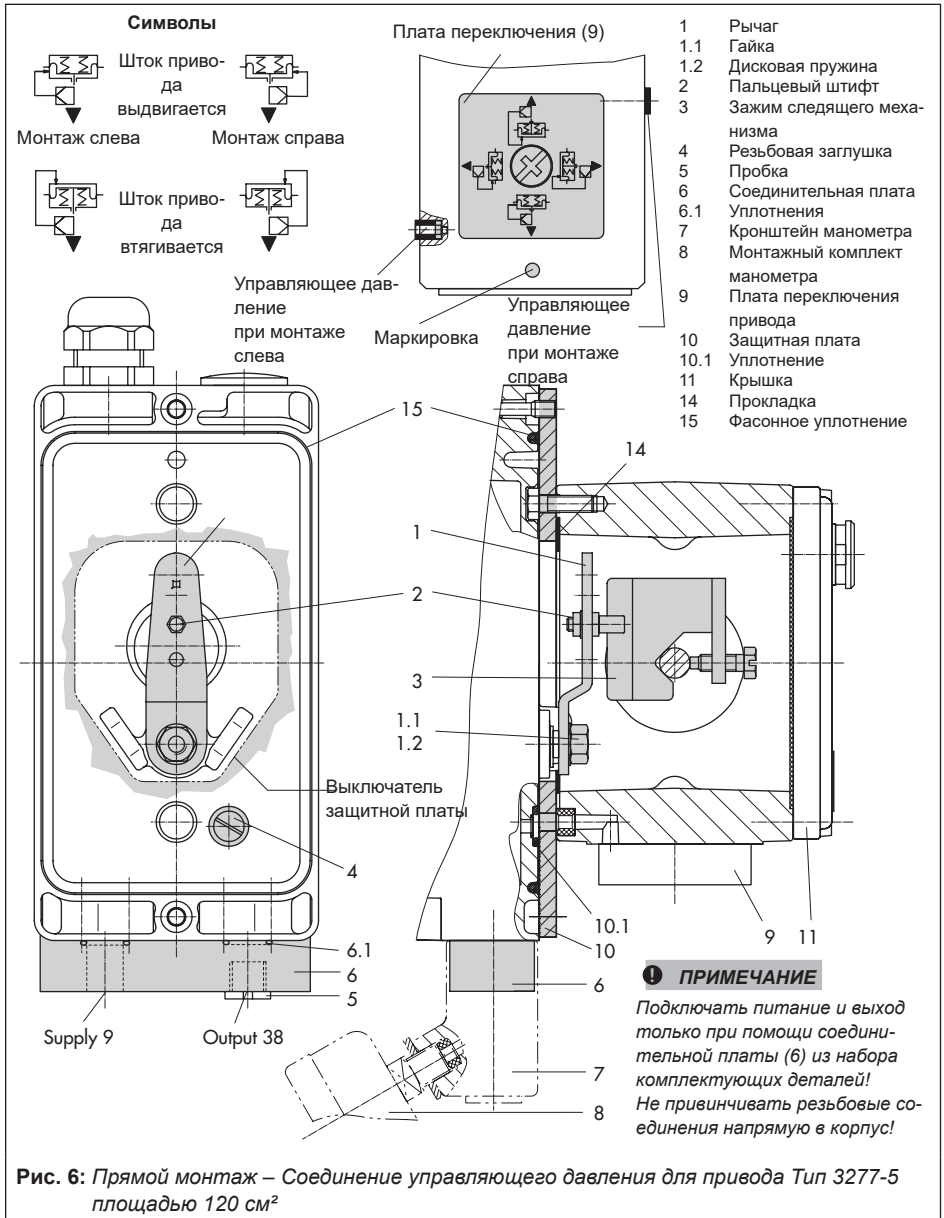
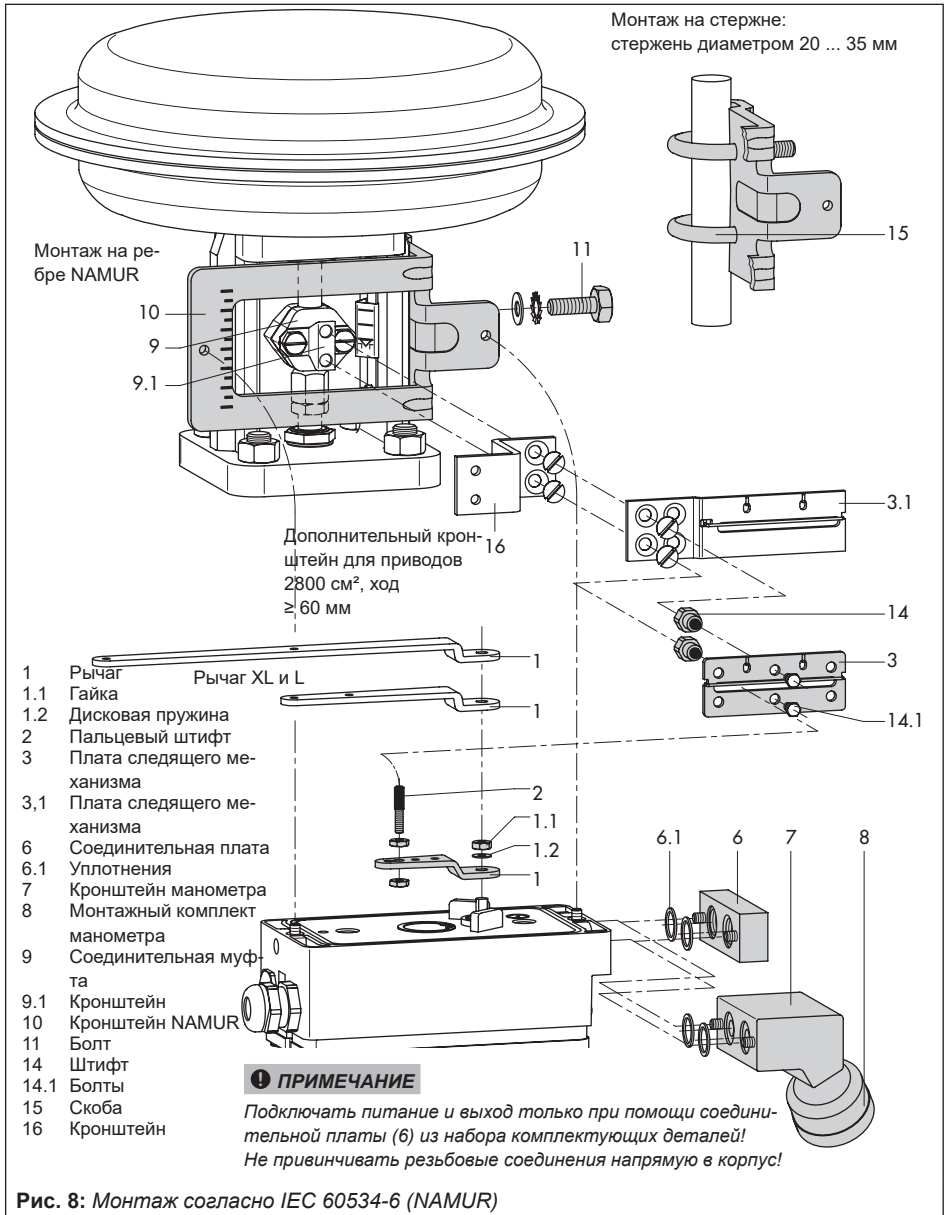

Рис. 6: Прямой монтаж – Соединение управляющего давления для привода Тип 3277-5 площадью 120 см²
Рис. 8: Монтаж согласно IEC 60534-6 (NAMUR)
Привод 120 см² (см. рис. 6)
1. Установите зажим следящего механизма (3) на шток привода, выровняйте и зафиксируйте таким образом, чтобы крепежный болт находился в пазе штока привода.
2. Защитную плату (10) узкой стороной выреза (рис. 6, слева) зафиксируйте в направлении соединения управляющего давления. Прокладка (14) должна указывать в сторону рамы привода.
3. У приводов 355/700/750 см² на рычаге М (1) с обратной стороны позиционера извлеките пальцевый штифт (2) из положения 35, вставьте в отверстие для положения 50 и зафиксируйте.
6. Проверьте, установлен ли выступ уплотнения (16) сбоку на соединительном блоке таким образом, чтобы символ привода для "Шток привода выдвигается" или "Шток привода втягивается" совпадал с исполнением привода. В ином случае необходимо удалить три крепежных болта, снять плату и заново уложить уплотнение (16) в перевернутом на 180° положении. Для старого соединительного блока (рис. 6, снизу) поверните плату переключения (13) таким образом, чтобы соответствующий символ привода был выровнен по стрелке.
- Установите соединительный блок (12) с уплотнительными кольцами на позиционер, вмонтируйте раму привода и затяните крепежный болт (12.1). При приводе "Шток привода втягивается" дополнительно удалите пробку (12.2) и установите внешнюю трубку управляющего давления.
- Установите крышку (11) на противоположной стороне. Убедитесь, что при установленном регулирующем клапане штуцер сброса воздуха обращен вниз, так как это необходимо для оттока скопившейся конденсационной влаги.
- См. рис. 8
Монтаж на привод Тип 3277 (см. рис. 8)